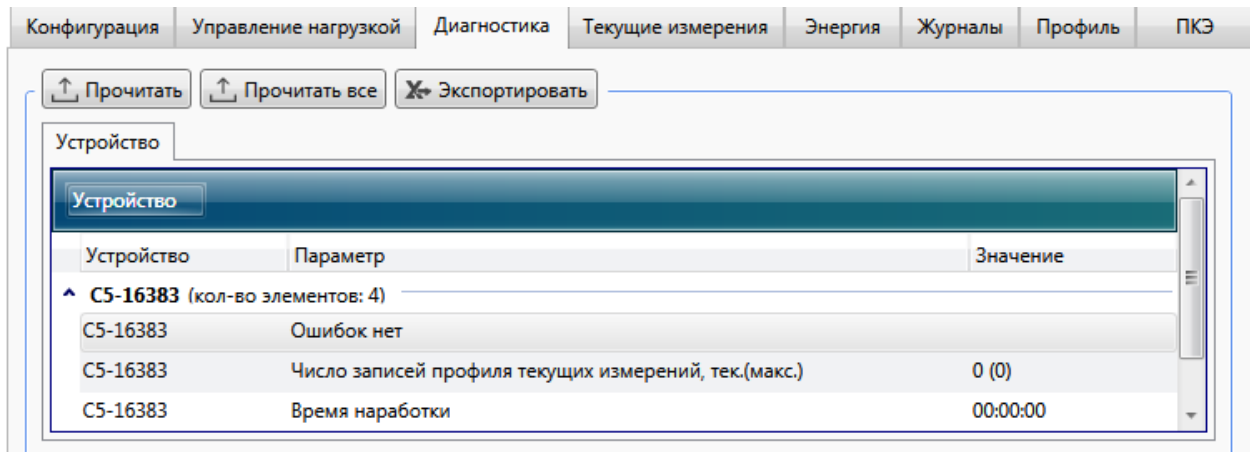

Рисунок 9.55 – Просмотр состояния счетчика
9.6.7.1 Для просмотра аппаратного состояния счетчика необходимо перейти на вкладку *Диагностика* в области параметров и нажать кнопку *Прочитать* (рисунок 9.55).